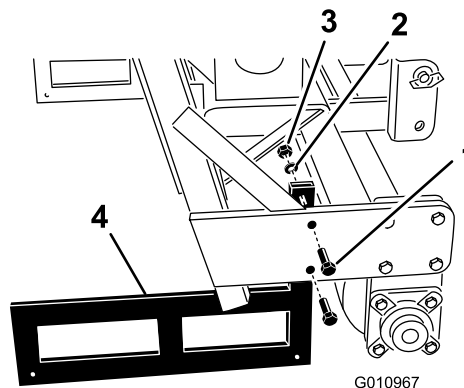

Рисунок 32
2. Отверните болты, снимите стопорные шайбы и гайки, которые крепят подставки для хранения на каждом конце аэратора (Рисунок 32).